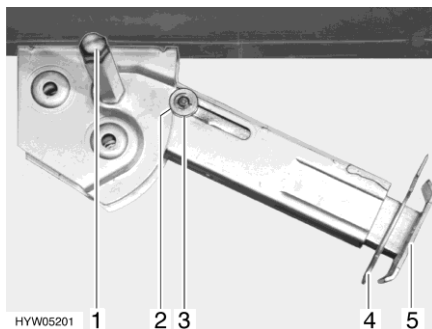

Fig. 15 Vérin stabilisateur
- Placer la clé à pipe sur l'écrou à six pans (Fig. 15,1) et tourner jusqu'à ce que le vérin stabilisateur soit en position verticale vers le bas.
- Retirer la goupille (Fig. 15,4) de la rallonge du pied d'appui (Fig. 15,5).
- Placer la clé à pipe sur l'écrou à six pans (Fig. 15,1) et tourner jusqu'à ce que le vérin stabilisateur se dégage du sol.
- Rentrer complètement la rallonge du pied d'appui (Fig. 15,5) et insérer la goupille (Fig. 15,4) dans le trou prévu à cet effet.
- Tourner la clé à pipe sur l'écrou à six pans (Fig. 15,1) jusqu'à ce que le vérin stabilisateur ait pivoté vers le haut et le disque de guidage (Fig. 15,3) soit complètement rentré dans l'encoche (Fig. 15,2).